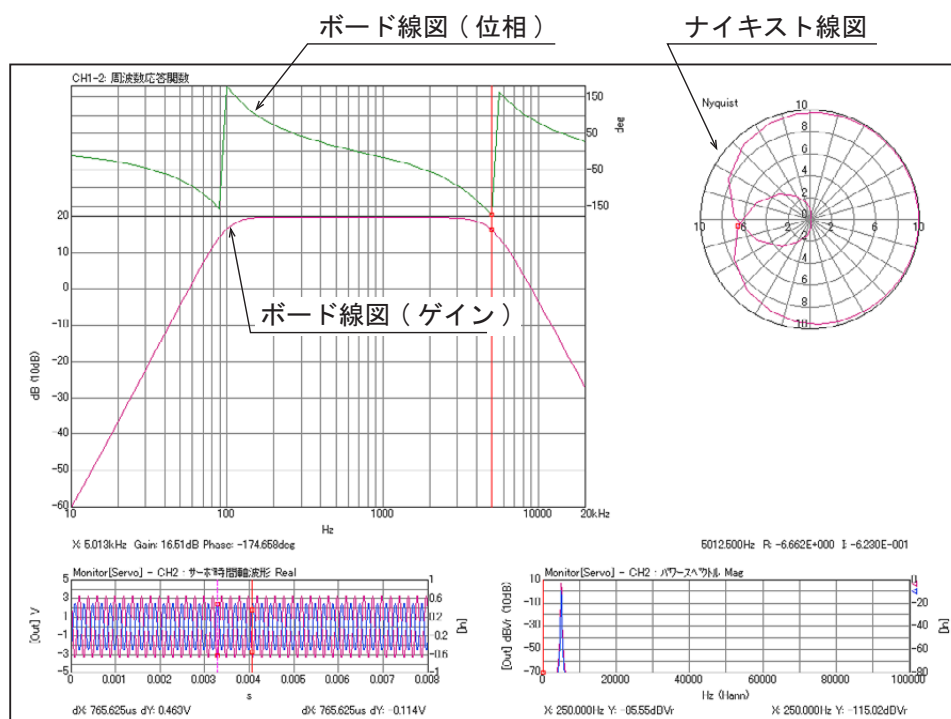

図 3 フィルタの周波数特性例 (FRA 法)
- ⑦ コマンドツールバーの「STRAT」ボタンを押して、計測をスタートさせます。図 3 に計測結果を示します。この条件での計測時間は約 24 秒です。